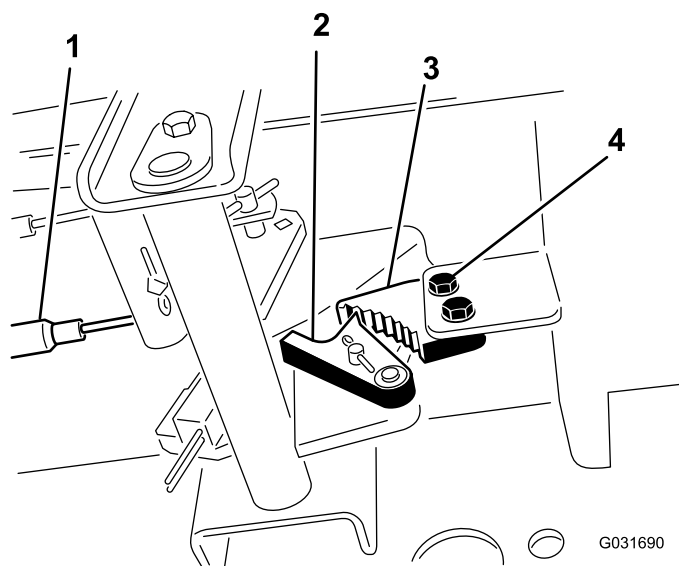

Figura 55
1. Solte os 2 parafusos que prendem a lingueta do travão de estacionamento à estrutura (Figura 55).
2. Carregue no pedal do travão para a frente até o detentor do estacionamento engatar completamente na lingueta do travão (Figura 55).